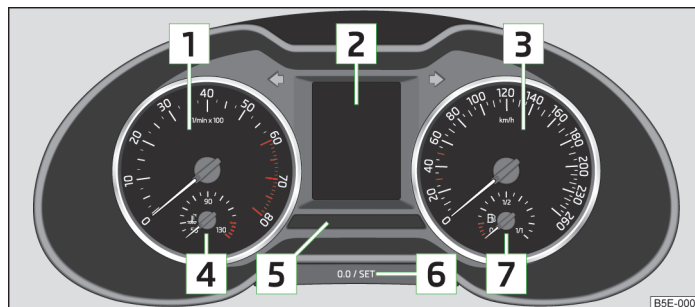

Fig. 2 Combiné d'instruments
- N'actionnez jamais la touche **6** sur le combiné d'instruments » fig. 2 à la page 9 pendant la conduite, mais seulement quand le véhicule est à l'arrêt !
La zone rouge du cadran du compte-tours 1 » fig. 2 à la page 9 représente la zone dans laquelle le système commence à limiter le régime moteur. Le système limite le régime moteur à des valeurs limites sûres.
» Appuyez brièvement sur la touche **6** » fig. 2 à la page 9.
- » Appuyez sur la touche **6** » fig. 2 à la page 9 et maintenez-la enfoncée jusqu'à ce que **Heure** s'affiche sur le visuel.